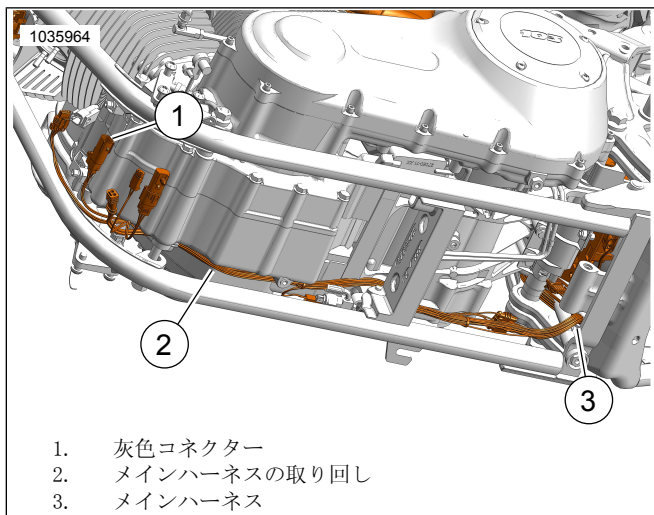

図35. ハーネスの取り回し
14. 「図35」を参照してください。灰色のハーネスコネクタをバッテリーコンパートメントの外へ取り回します。